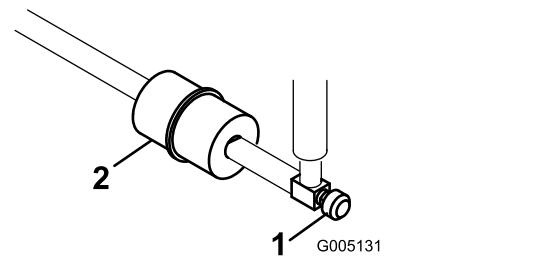

Figura 51
Nei tubi di alimentazione, tra il serbatoio del carburante ed il carburatore, è incorporato un filtro in linea (Figura 51). Sostituite il filtro ogni 800 ore o prima, qualora il flusso del carburante fosse ostacolato. Verificate che la freccia sul filtro sia diretta lontano dal serbatoio del carburante.
1. Chiudete la valvola di intercettazione del carburante, allentate la fascetta stringitubo dal lato carburatore e rimuovete il tubo di alimentazione dal filtro (Figura 51).
2. Collocate una bacinella di spurgo sotto il filtro, allentate la restante fascetta stringitubo e rimuovete il filtro (Figura 51).